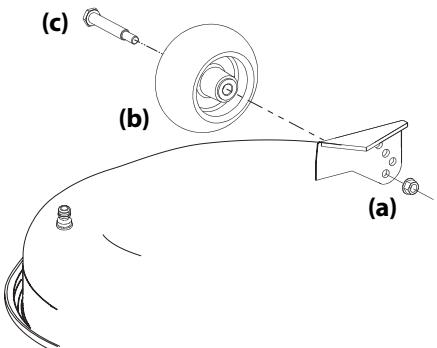

Figura 2-9
- Retire la tuerca de seguridad (a) que fija uno de los tornillos hexagonales (c) de las ruedas de calibración delanteras (b) a la plataforma. Retire la rueda de calibración (b) y el tornillo con reborde (c). Consulte la Figura 2-9.